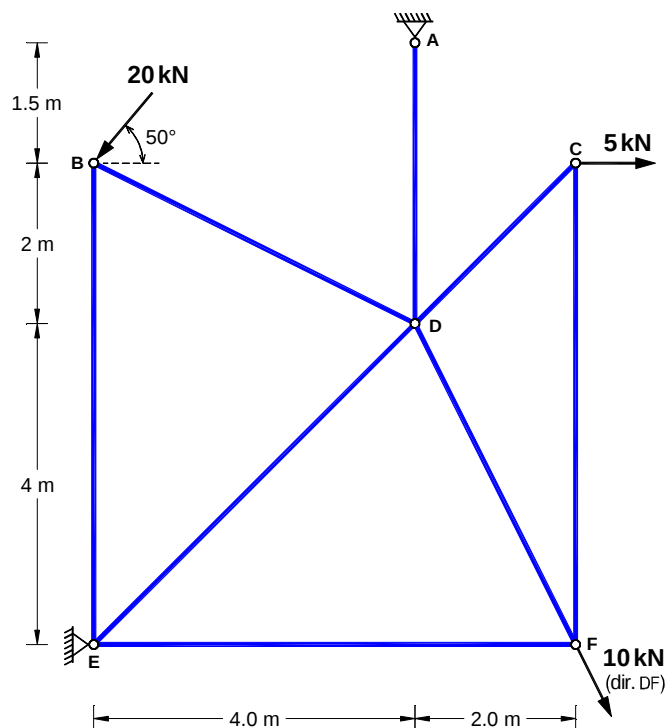

Figura 4
c) Figura 3 Determine o esforço na barra CD.	d) Figura 4 Determine os esforços nas barras BE e EF.